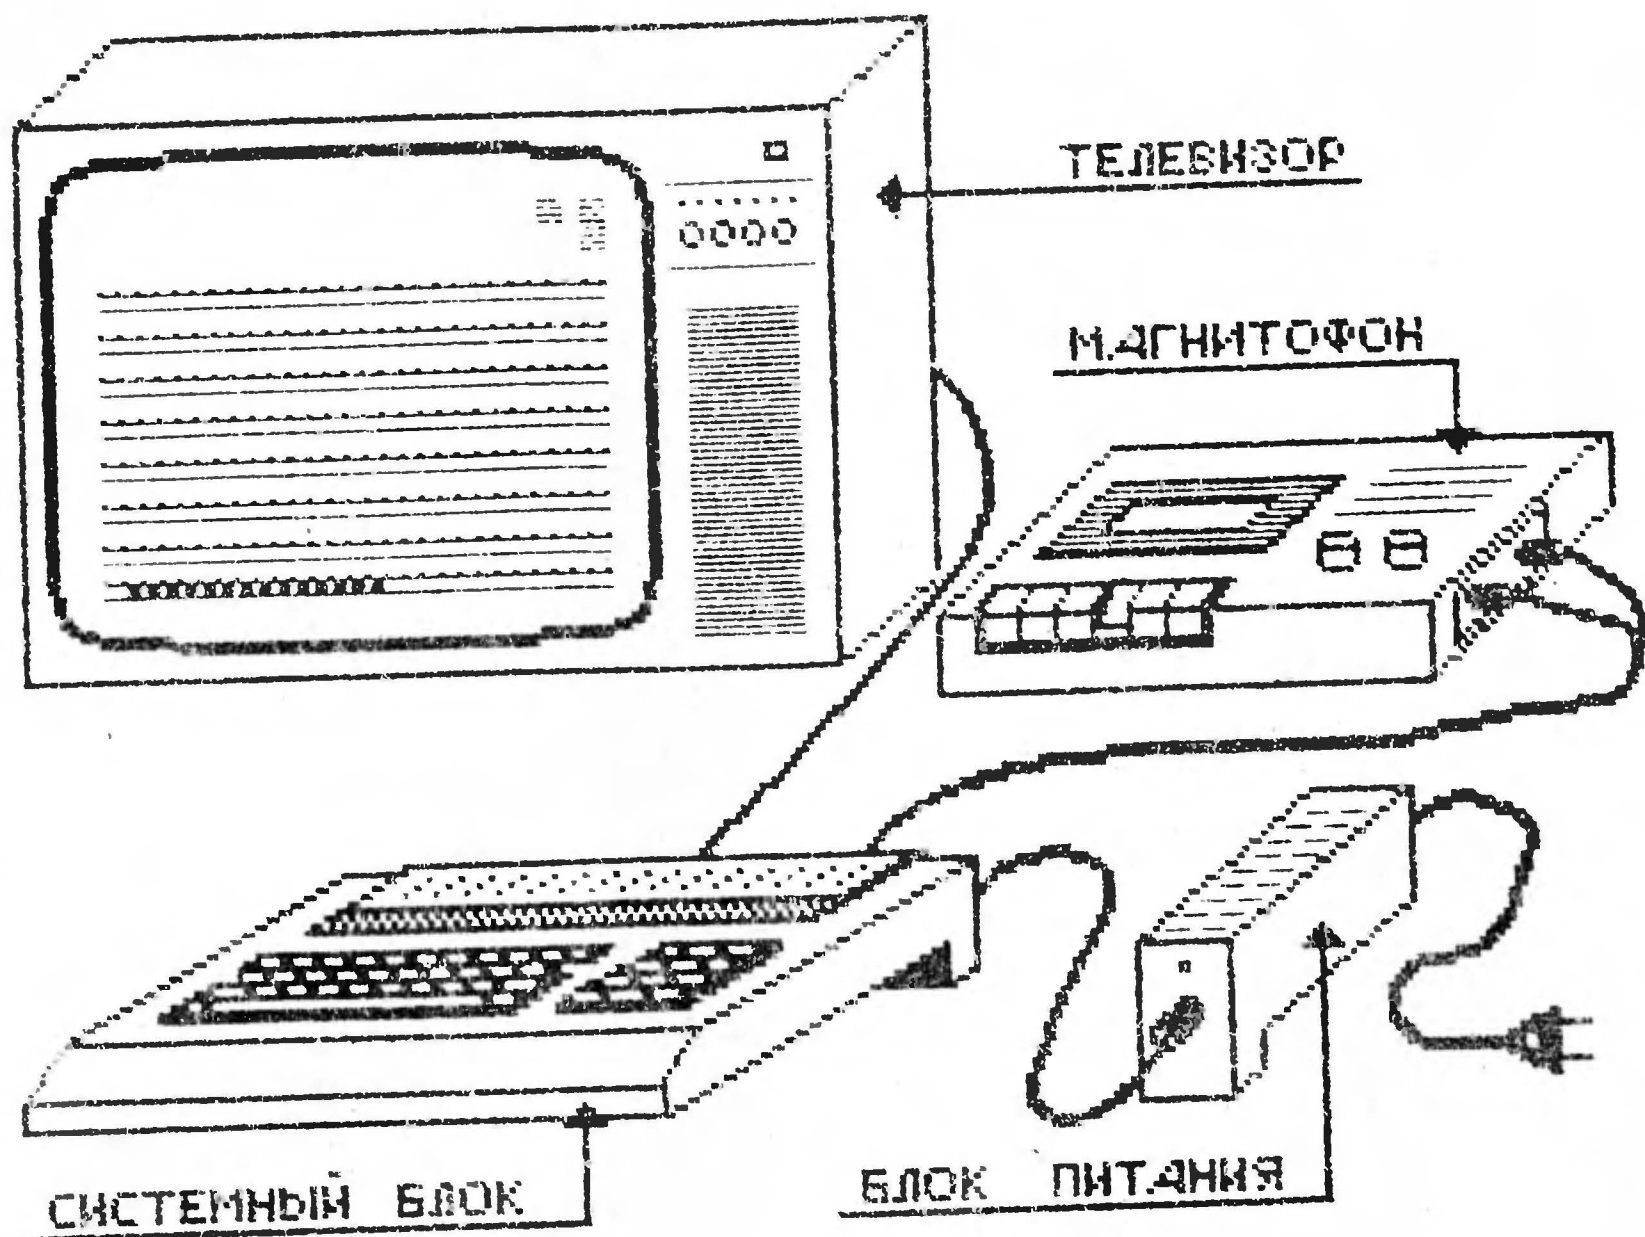

Рис.1
Конструктивно БПЭВМ состоит из двух частей (см. рис. 1) - блока системного и блока питания.
1) разместите составные части БПЭВМ на столе (рис.1);